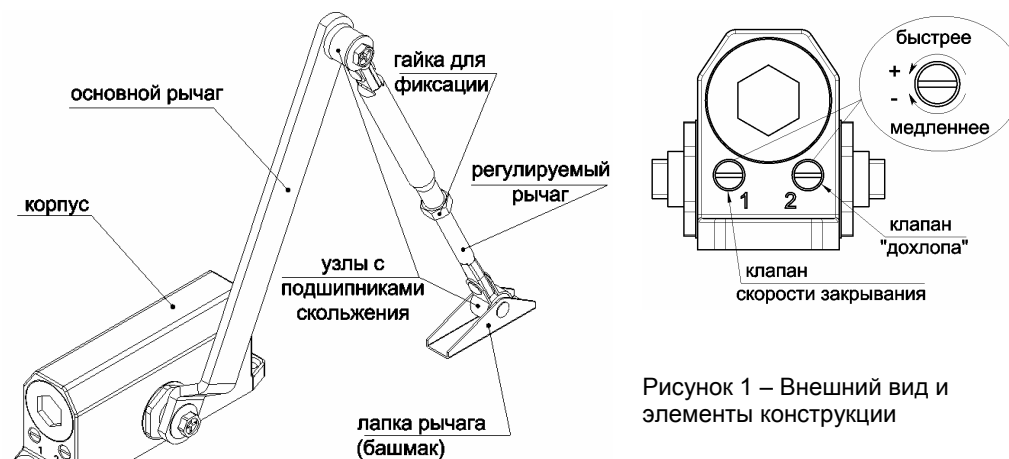
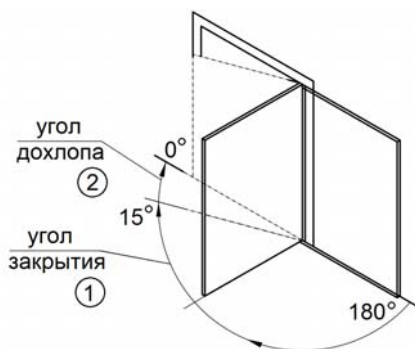

Рисунок 1 – Внешний вид и элементы конструкции
Рисунок 6 – Регулируемые зоны закрытия двери
Первый отвечает за регулировку скорости движения (см. рисунок 1), **второй используется для плотного закрывания двери** – так называемого «дохлопа», - это ускорение движения двери непосредственно перед закрытием, для преодоления сопротивления воздуха, резиновых уплотнителей или защелки замка.
- Сценарий, по которому дверь будет **закрываться** в двух зонах (см. рисунок 6), можно регулировать клапанами 1 и 2 (см. рисунок 1) при помощи отвёртки, соблюдая меры безопасности. Первая – начальная, диапазон которой колеблется в пределах 180-15 градусов. Вторая – конечная, которая приходится на оставшиеся 15-0 градусов. При этом скорость и усилия во второй зоне должны быть немного большими для того, чтобы дверь захлопнулась.